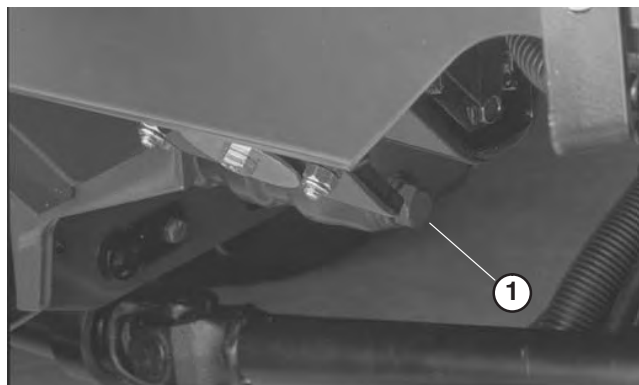

Figure 47
1. Enlevez le bouchon de vidange et laissez s'écouler l'huile dans un bac de vidange (Fig. 47). Remettez le bouchon en place quand toute l'huile s'est écoulée.